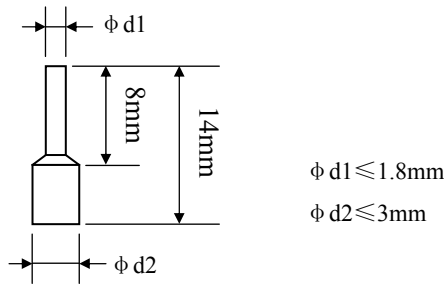

图 3.35 棒形端子的尺寸
- 为了使接线方便，可靠，推荐使用压线棒形端子。棒形端子选择如图 3.35 所示，